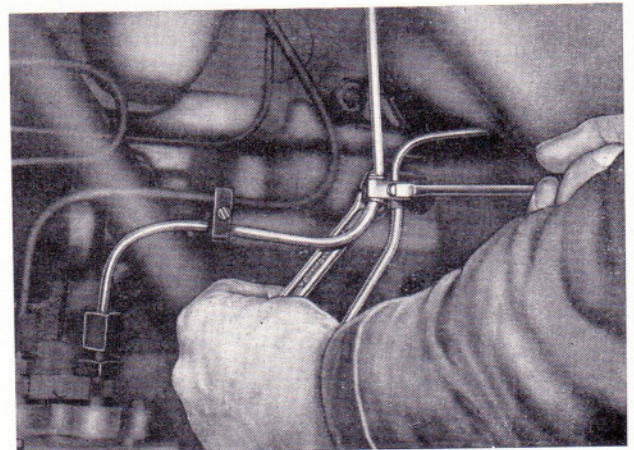

Bild 32
- Klemmschellen abbauen (Bild 32).